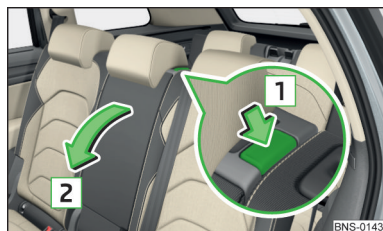

Fig. 94
- Pour le **rabattement vers l'avant**, tirez la languette de sécurité dans le sens de la flèche **1** et rabattez le dossier du siège dans le sens de la flèche **2** » fig. 94.